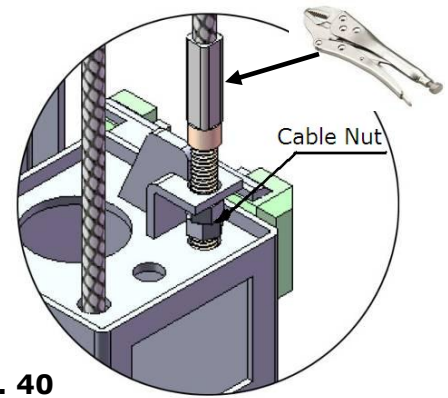

Fig. 40
1. Adjust Cables (See Fig. 40)